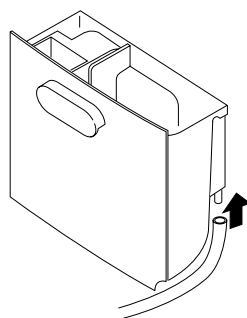

Fig. 2
- 4) Infilare sul beccuccio un tubo in gomma di 10 mm di diametro. (fig.2).